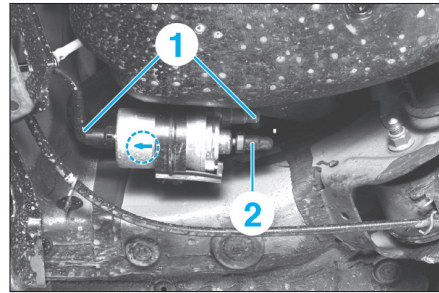

Fig. 24a
- la conduite d'alimentation (noir) (1) (Fig.24a),
- la conduite de retour (bleu) (2).